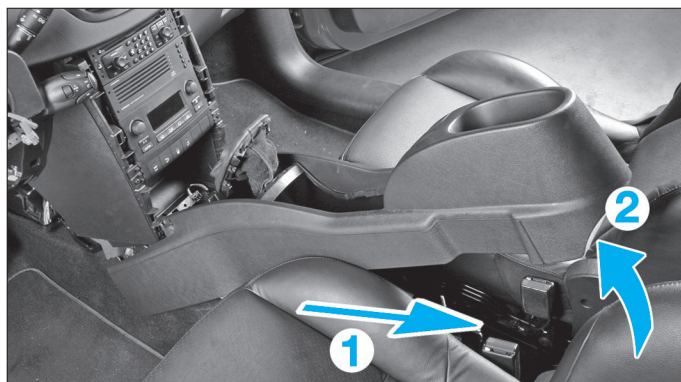

Fig. 29
- Tirer l'ensemble de console centrale vers l'arrière, puis la pivoter pour la déposer (Fig.29).